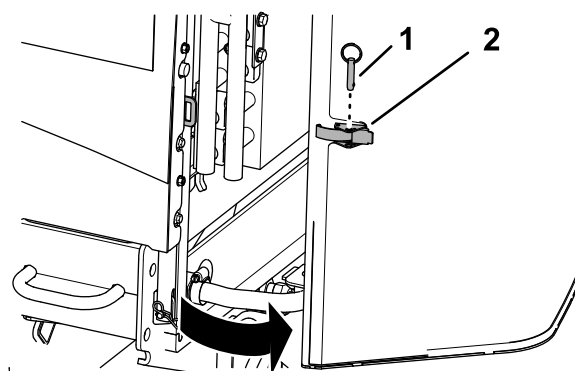

Figura 66
1. Retire el pasador de bola del cierre de la rejilla (Figura 66).